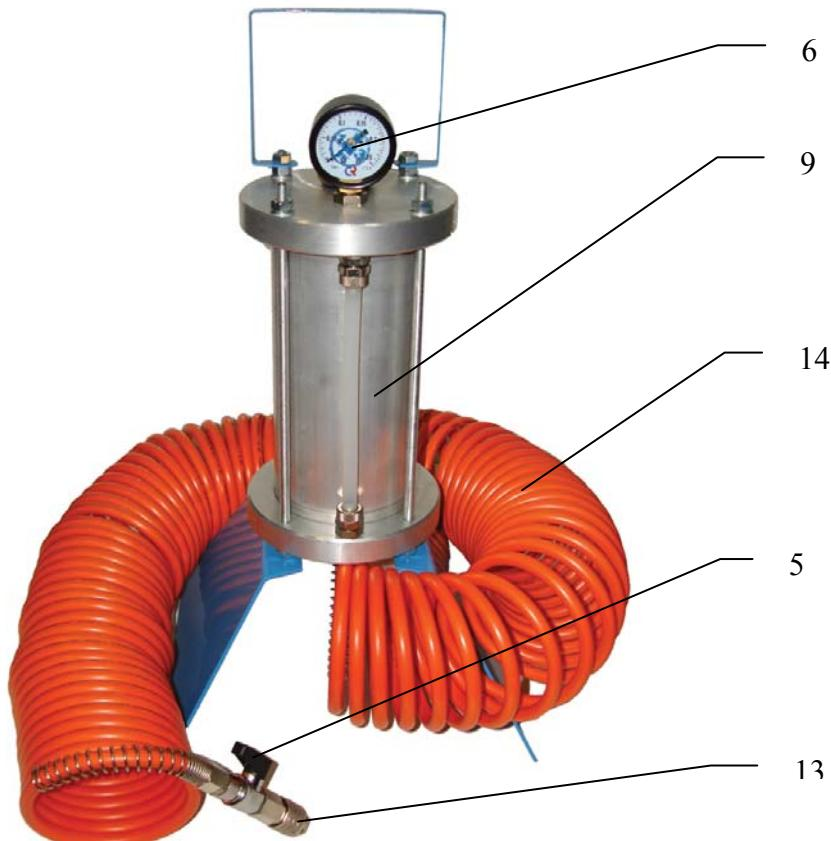

Рис.1 (вид спереди)
- убедитесь в том, что Кран ПОДАЧА (рис.1, поз.5) на Приспособлении находится в положении «Закрыто»
- открутите Пробку (рис.3, поз.8) заливного отверстия Резервуара (рис.1, поз.9) Приспособления
- закрутите обратно Пробку (рис.3, поз.8) заливного отверстия Резервуара (рис.1, поз.9) Приспособления. Усилие затяжки от руки должно быть достаточным для гарантированной деформации резинового уплотнения Пробки
(рис.3, поз.8) создайте в верхней «воздушной» части Резервуара (рис.1, поз.9) избыточное давление воздуха в номинальном диапазоне 0,5-1,0 кгс/кв.см, но не более 2 кгс/кв.см, контролируя его с помощью Манометра (рис.1, поз.6)
- разместите Приспособление на горизонтальной поверхности рядом с автомобилем таким образом, чтобы длины Шланга спирального (рис.1, поз.14) было достаточно для удобства работы. В целях экономии новой тормозной жидкости при замене, длину Шланга спирального можно укоротить. Для этого открутите гайку пружинного фитинга на Шланге со стороны Цанги (рис.1, поз.13) либо со стороны Резервуара (рис.1, поз.9), снимите Шланг с фитинга и обрежьте его до нужной длины, затем восстановите соединение в обратном порядке. Однако при выборе окончательной длины Шланга спирального необходимо учитывать влияние фактора взаимозависимости упругости Шланга и веса Приспособления на устойчивость Приспособления. При чрезмерном укорачивании длины Шланга возможно неконтролируемое перемещение Приспособления, что может привести к повреждениям кузова автомобиля или травмам персонала
- подключите Приспособление Цангой (рис.1, поз.13) на конце Шланга спирального (рис.1, поз.14) к присоединительному адаптеру (рис.4, поз.1) на бачке тормозной жидкости автомобиля. При необходимости используйте Адаптер угловой (рис.6, поз.2) из набора
- переключите Кран ПОДАЧА (рис.1, поз.5) в положение «Открыто», тем самым удаляя воздух, находящийся в верхней части бачка тормозной жидкости автомобиля. Переключение осуществляйте медленно, во избежании риска повреждения бачка тормозной жидкости автомобиля
- убедитесь в герметичности соединения между Адаптером (рис.4, поз.1) и Цангой (рис.1, поз.13), обращая внимание на отсутствие утечек тормозной жидкости
- при снижении избыточного давления в верхней «воздушной» части Резервуара (рис.1, поз.9) Приспособления и прекращения поступления новой жидкости в тормозной бачок автомобиля, восстановите с помощью подкачки насосом или внешним компрессором его значение до номинала 0,5-1,0 кгс/кв.см, но не более 2 кгс/кв.см, осуществляя контроль с помощью Манометра (рис.1, поз.6)
- при снижении уровня новой тормозной жидкости в Приспособлении до условного остатка в 10-20% от ёмкости Резервуара (рис.1, поз.9), остановите процесс замены, закрыв прокачные штуцеры
- снимите избыточное давление воздуха в верхней «воздушной» части Резервуара (рис.1, поз.9) с помощью золотника вентиля Шредера в Пробке (рис.3, поз.8)
- переключите Кран ПОДАЧА (рис.1, поз.5) в положение «Закрыто»
- **соблюдая меры предосторожности при работе с вредными жидкостями, а также используя текстильную ветошь и средства защиты лица и рук,** отсоедините Цангу (рис.1, поз.13) от Адаптера (рис.4, поз.1), а затем снимите присоединительный Адаптер (рис.4, поз.1) с бачка тормозной жидкости в автомобиле. Всвязи с тем, что тормозная жидкость может повредить ЛКП автомобиля, старайтесь избегать её чрезмерного разлива при этом. В случае необходимости нейтрализуйте вредное воздействие от разлива тормозной жидкости на ЛКП, сразу удалив текстильной ветошью её потёки и промыв места попадания, используя в т.ч. средства для мытья и/или очистки ЛКП автомобиля